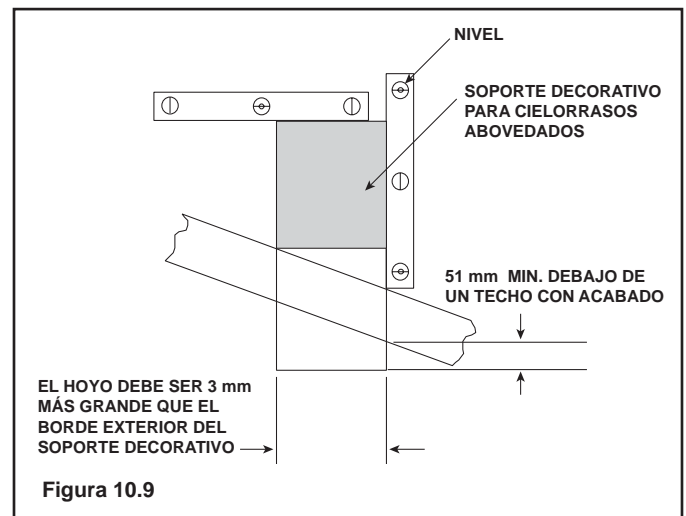

Figura 10.9
- Introduzca el soporte decorativo a través del hoyo en el techo hasta que la parte inferior sobresalga en el techo al menos 51 mm. Consulte la Figura 10.9.